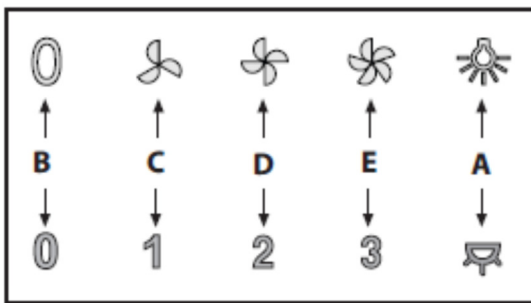

Fig.10
- **Comandos (Fig.10) mecânicos a simbologia é indicada a seguir:**